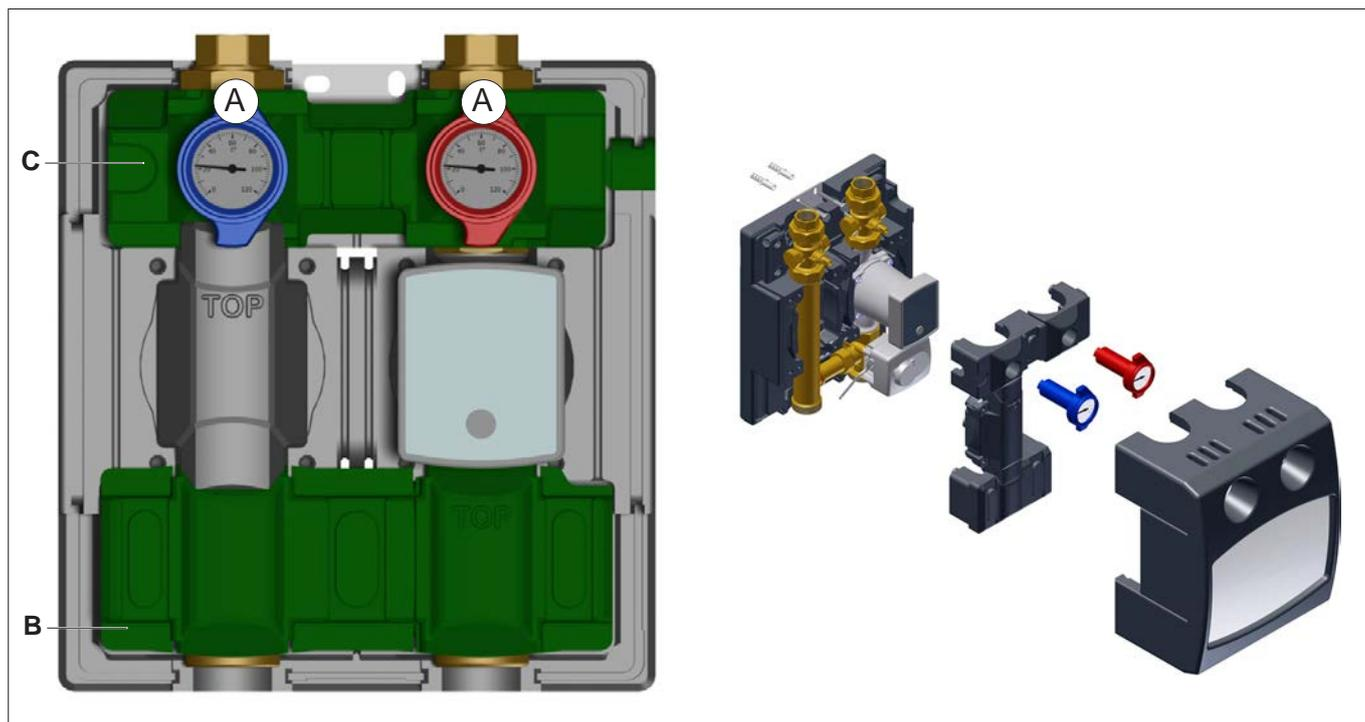

Abb. 9: Isolierungen demontieren (dargestellt am Typ 8130)
- Öffnen Sie **langsam** die Kugelhähne (Multifunktionsarmatur, Pos. A, Abb. 9 auf Seite 12) durch Drehen des Thermometergriffs (siehe „Thermometergriffstellungen“ auf Seite 10).
- Schließen Sie die Kugelhähne (Multifunktionsarmatur, Pos. A, Abb. 9 auf Seite 12) durch Drehen des Thermometergriffs (siehe „Thermometergriffstellungen“ auf Seite 10).